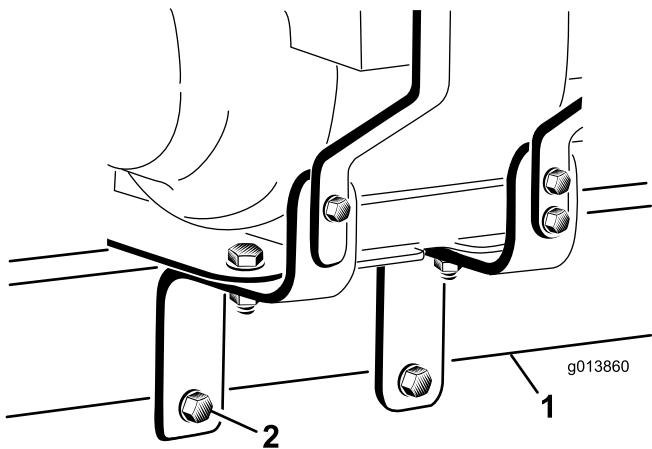

図 7
20. エンジン取り付けブラケットの穴にボルト2本( $1/2 \times 5$  in)を通す；エンジン取り付けブラケットの各外側面に平ワッシャが1枚当たるように、また、各ボルトがプロパスのヒッチチューブの底を貫通するように取り付けること。ナット2個(1/2 in)を手締めする（図 7）。